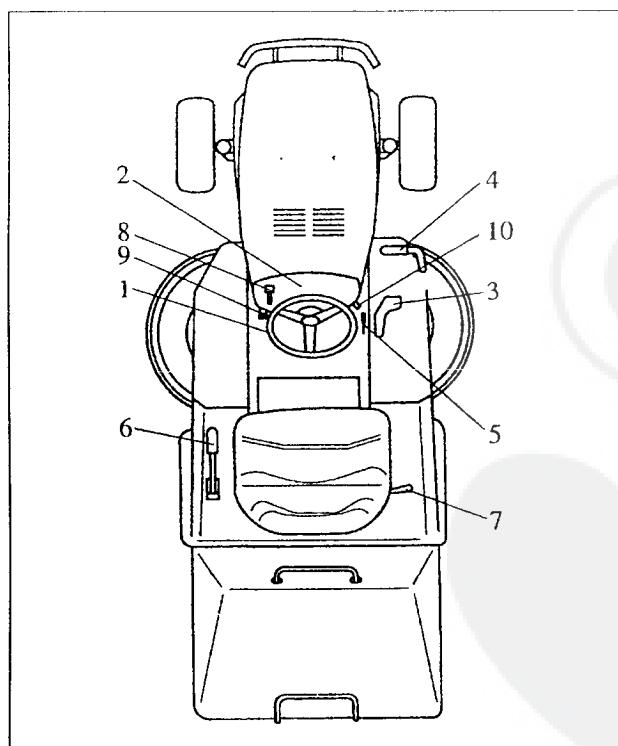

Fig. 1
Montage van het stuur (Fig. 1)
4.1 Bediening (Fig. 1,2)